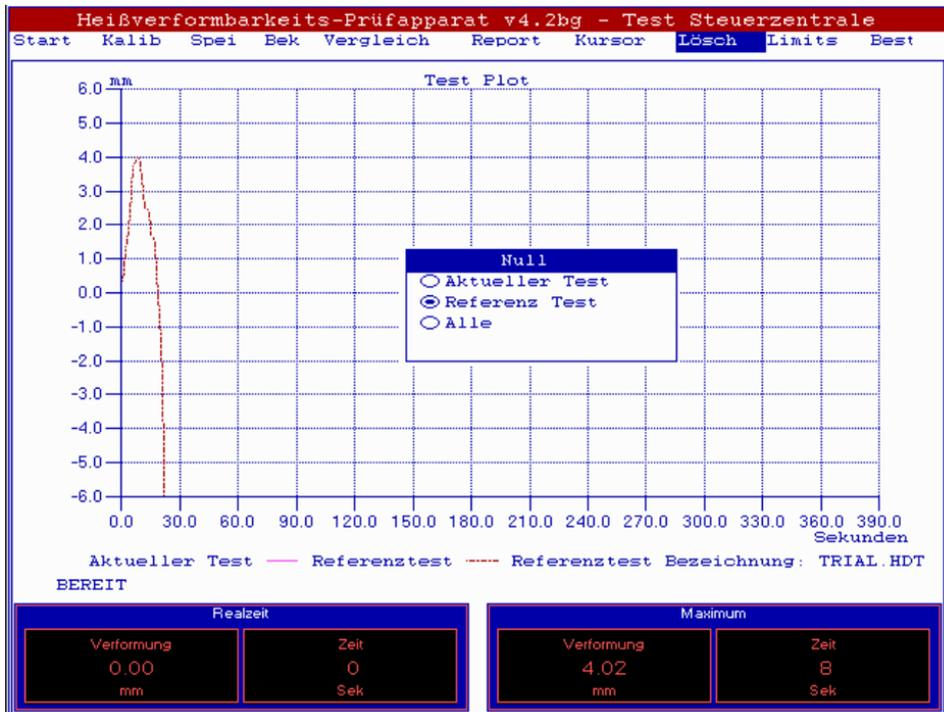

Abb. 20
- » Um den Prüfkörper in das Heißverformungsgerät einzuspannen (siehe Abb. 20) muss zuvor der Abstand zwischen Klemme (Spannelement)(1) und Prüfkörperhalterung (9) so eingestellt werden, dass der Prüfkörper (5) eingesetzt werden kann.
- » Dabei den Tastfühler (2) vorsichtig anheben und Prüfkörper zwischen Halterung (9) und Klemme (Spannelement) (1) einsetzen. Anschließend Tastfühler (4) mit dem Prüfkörper in Kontakt bringen.
- » Prüfkörper mit einer Hand festhalten und vorsichtig Klemme (1) festziehen, um Prüfkörper zwischen Halterung (9) und Klemme (1) zu sichern.